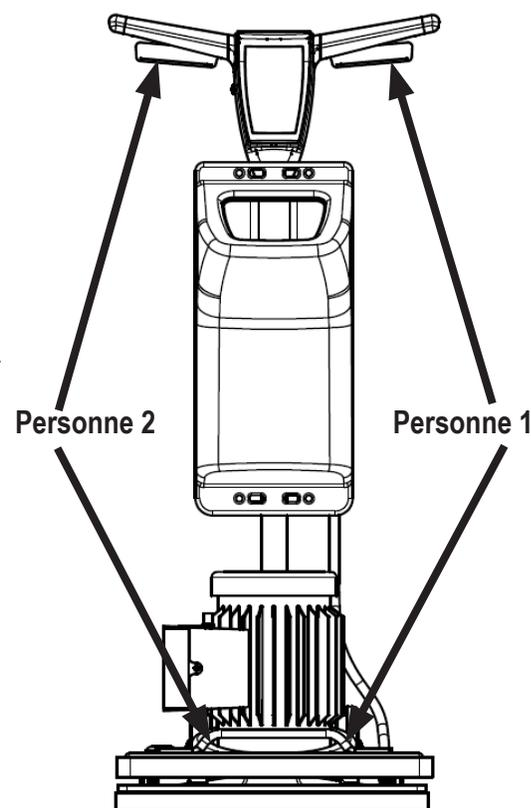

Figure 2
- Saisissez la machine aux points de levage (voir *Figure 2*) et placez-la dans le compartiment de transport.